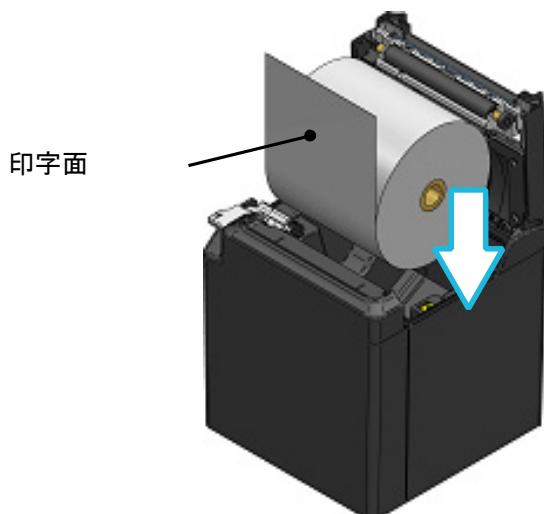
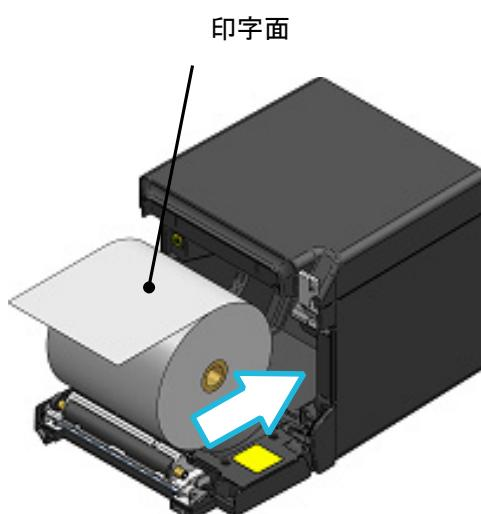

図 8-3 感熱紙セット方向（上排出）
図 8-4 感熱紙セット方向（前排出）
- 感熱紙の方向を図 8-3、図 8-4のようにして、ペーパホルダに静かに投入してください。